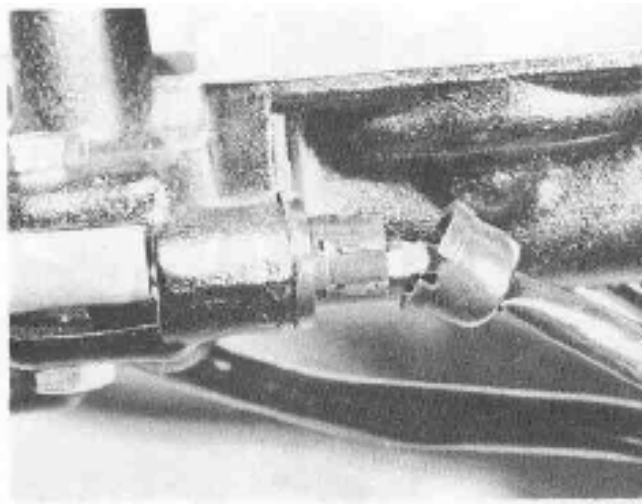

Bild 347
- Wenn das Bremslicht zu früh einsetzt, wird der ganze Schalter entsprechend weit herunter gestellt, kommt es zu spät zum Aufleuchten, stellt man den Schalter höher. Als Richtwert mag dienen, dass nach etwa 20 mm Pedalweg das Bremslicht aufleuchten soll. Da es in verschiedenen Ländern gesetzlich vorgeschrieben ist, besitzt auch der vordere Bremskreis einen Bremslichtschalter im hydraulischen System. Er ist nicht einstellbar und muss bei Funktionsstörungen ausgewechselt werden (Bild 347). Dabei ist zu beachten, dass gegebenenfalls das Bremssystem anschliessend gemäss Kap. 6.4.1 entlüftet werden muss.